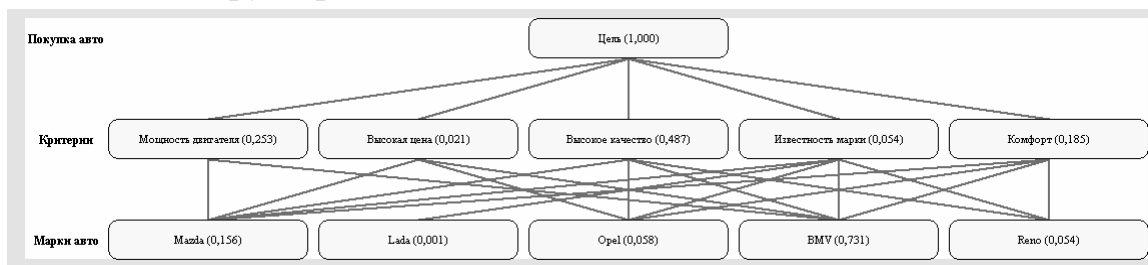

Рис. 2. Дерево рішень по вибору марки авто.
3. Проаналізувати предметну область згідно варіанта завдання та побудувати дерево рішень по вибору якісного товару масового вжитку по параметрам, які надано його фірмою виробником. На рис. 2 представлено приклад дерева рішень по вибору марки авто.